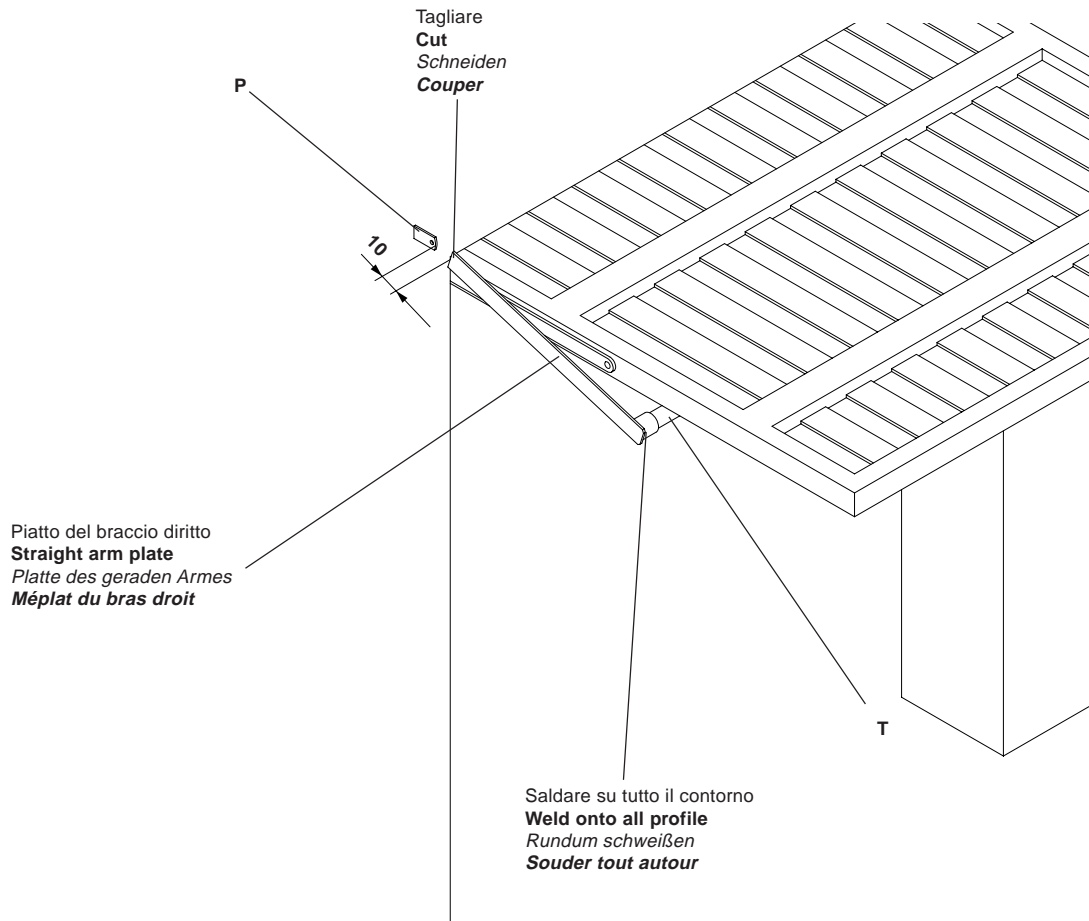

Fig.7
Saldare poi il piatto del braccio al tubo T (fig. 7) oppure utilizzare il braccio AU.D45.
**Open the overhead door and cut the 2 straight arm components as per indications given on fig. 7 and 8. Now weld the arm plate to the tube T (fig. 7) or use the arm AU.D45.**
**Ouvrir la porte du basculant et couper les deux éléments du bras droit selon les indications des figures 7 et 8.**
**Souder le méplat du bras au tube T (fig. 7) ou bien utiliser le bras AU.D45. Enfiler le méplat dans le tube puis le fixer au montant P avec des vis M10 et écrous autoserrants (fournis).**